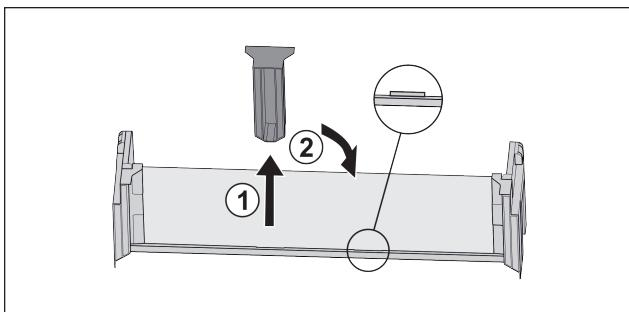

Fig. 17
► Stáhněte prostřední přídřzný díl Fig. 17 (1).
► Vložte prostřední přídřzný díl do druhé polohy Fig. 17 (2).